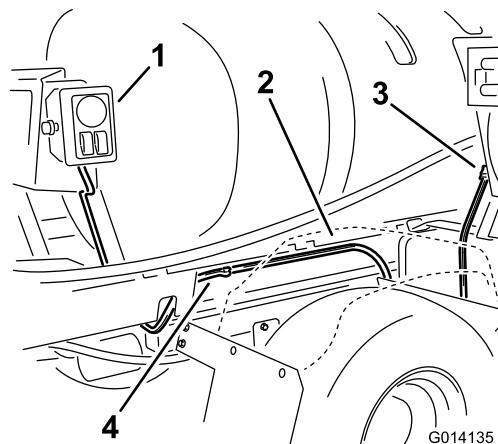

图18
6. 在控制箱处, 将带有软管卷接头的剩余线束向前布置到机器的右侧, 位于药缸滑轨和右后挡板 (图18) 之间。用两个压入式接头将线束紧固到药缸滑移架。